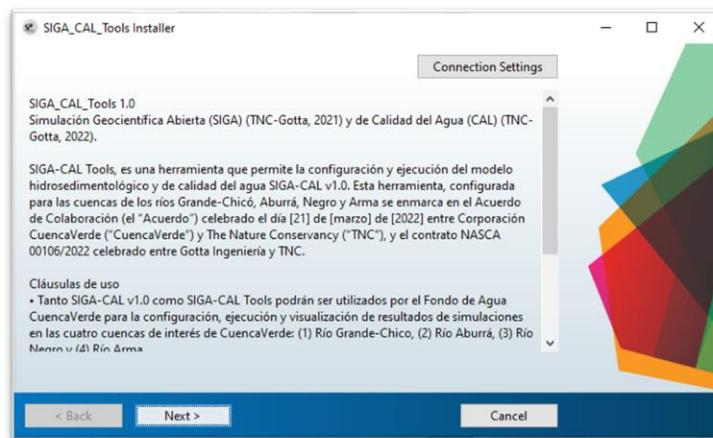

Figura 2-2 Ventana de términos y condiciones de uso de SIGA-CAL
2. Ejecute el archivo SIGA_CAL_Tools.exe como administrador (haga clic derecho sobre el archivo y seleccione la opción **Ejecutar como administrador**) y otorgue los permisos necesarios. Cuando observe la ventana que se muestra en la Figura 2-2, lea detenidamente las condiciones de uso del software y haga clic en el botón **Next >**.